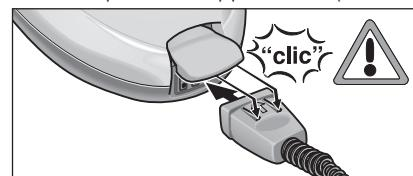

Fig. 1: Inserimento della spina monoblocco
- Inserire saldamente la spina monoblocco (C6) nella presa dell'apparecchio (A1). I due naselli della spina monoblocco devono innestarsi nel coperchio della presa dell'apparecchio (si veda fig.1).